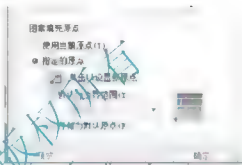

图 4.71 选择【指定的原点】单选按钮
① 在【图案填充原点】选项组内选择【指定的原点】单选按钮,此时【单击以设置新原点】按钮使其高亮显示,如图4.71所示。